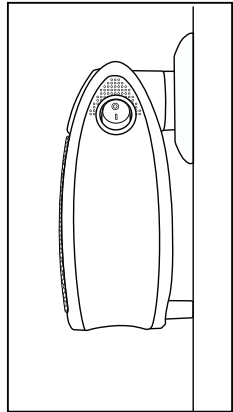

Fig. 1
- Este aparato solo debe utilizarse enchufado directamente en una toma eléctrica, en posición vertical y completamente montado. Los distanciadores **10** deben tocar la pared (consulte la fig. 1).